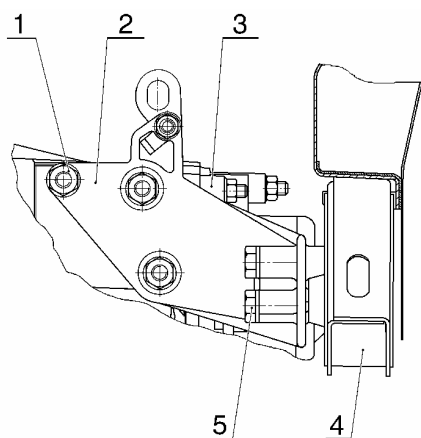

Рис. 2. Левая опора подвески двигателя автомобиля ВАЗ-11183:
2.1.26 Отвернуть три гайки 1, рис. 2, крепления кронштейна 2 левой опоры подвески двигателя к КП и снять кронштейн с левой опорой 4 в сборе (головка сменная 17, вороток и удлинитель).
<p>- болты с резьбой М12 – 22...34 Н.м (2,2...3,4 кгс.м);</p> <p>- болт с резьбой М10 – 17...26 Н.м (1,7...2,6 кгс.м) (головки сменные 17, 19, удлинитель, вороток, ключ моментный).</p> <p>2.2.3 Установить на КП кронштейн 2, рис. 2, левой опоры подвески двигателя. Момент затяжки трех гаек 1 крепления кронштейна левой опоры подвески двигателя к КП – 32...52 Н.м (3,2...5,2 кгс.м) (головка сменная 17, вороток и удлинитель, ключ моментный).</p> <p>2.2.4 Установить коробку передач, "наживить" нижний болт и гайку шпильки крепления КП к блоку цилиндров. Операцию выполнять с помощником.</p> <p>2.2.5 Присоединить левую опору 4, рис. 2, подвески двигателя к кузову (головка сменная удлиненная 15, вороток, удлинитель).</p> <p>2.2.6 Присоединить заднюю опору подвески двигателя к кузову, установить шайбы и навернуть две гайки (головка сменная 15, удлинитель и вороток).</p> <p>2.2.7 Затянуть нижний болт и гайку шпильки крепления КП к блоку цилиндров. Момент затяжки – 55...87 Н.м (5,5...8,7 кгс.м) (головка сменная 19, вороток, удлинитель, ключ моментный).</p> <p>2.2.8 Затянуть две гайки крепления левой опоры подвески двигателя к кузову. Момент затяжки – 32...50 Н.м (3,2...5,0 кгс.м) (головка сменная удлиненная 15, вороток, ключ моментный).</p> <p>2.2.9 Затянуть две гайки крепления заднего кронштейна подвески двигателя к кузову. Момент затяжки – 32...50 Н.м (3,2...5,0 кгс.м) (головка сменная 15, вороток, ключ моментный).</p> <p>2.2.10 Установить и затянуть верхние болты крепления КП к блоку цилиндров. Момент затяжки – 55...87 Н.м (5,5...8,7 кгс.м) (головка сменная 19, вороток, удлинитель, ключ моментный).</p> <p>2.2.11 Снять старые и установить новые стопорные кольца на наконечники внутренних шарниров приводов колес (отвертка плоская).</p> <p>2.2.12 Извлечь транспортную заглушку из дифференциала КП. Ввести шлицевую часть внутреннего шарнира одного из приводов в сальник полуоси, повернуть вал привода и совместить шлицы шарнира с впадинами шестерни полуоси.</p> <p>2.2.13 Отвести вниз рычаг подвески, при установке правого привода, и резким движением стойки с поворотным кулаком запрессовать привод в шестерню полуоси.</p> <p>2.2.14 Убедиться в фиксации привода в шестерне полуоси усилием рук, прикладывая нагрузку к внутреннему шарниру в сторону поворотного кулака.</p> <p>2.2.15 Повторить операции по установке для другого привода колеса.</p> <p>2.2.16 Присоединить кронштейн левой растяжки к кузову. Момент затяжки трех болтов крепления кронштейна к кузову – 42...52 Нм (4,2...5,2 кгс.м) (головка сменная 17, вороток, удлинитель, ключ моментный).</p> <p>2.2.17 Закрепить левый рычаг подвески в кронштейне кузова, не затягивая окончательно гайку крепления (головка сменная 19, вороток, ключ кольцевой 19).</p>